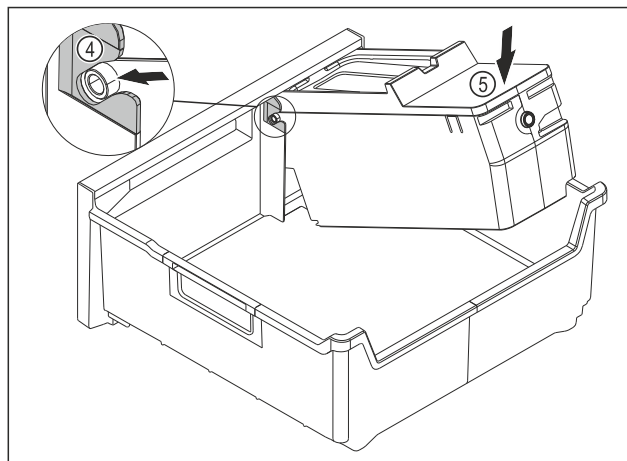

Fig. 82
- Montáž korpusu EasyTwist-Ice: Osy korpusu EasyTwist-Ice zasuněte do vedení Fig. 82 (4).
- Stlačte korpus EasyTwist-Ice Fig. 82 (5) vzadu dolů.